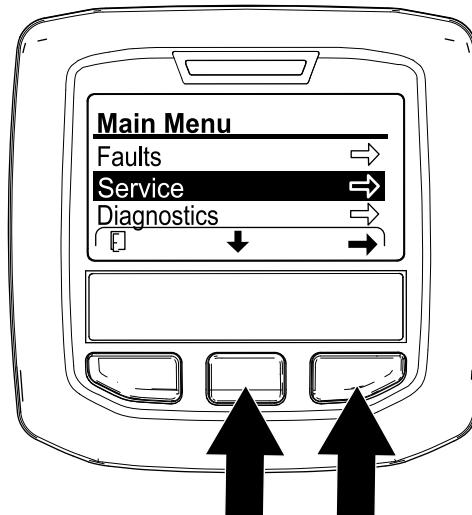

图 130
2. 在 InfoCenter 信息中心内导航至 MAIN MENU 主菜单 图 130。